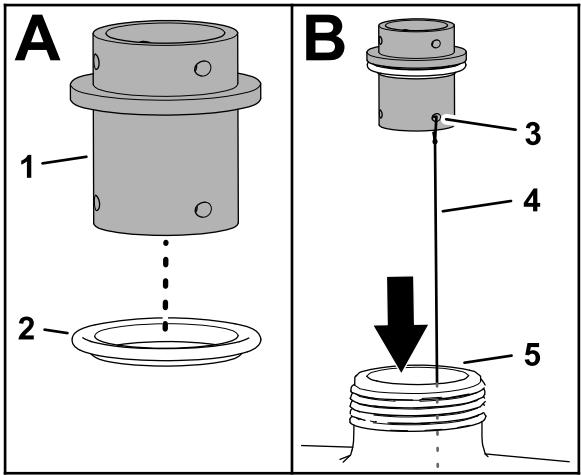
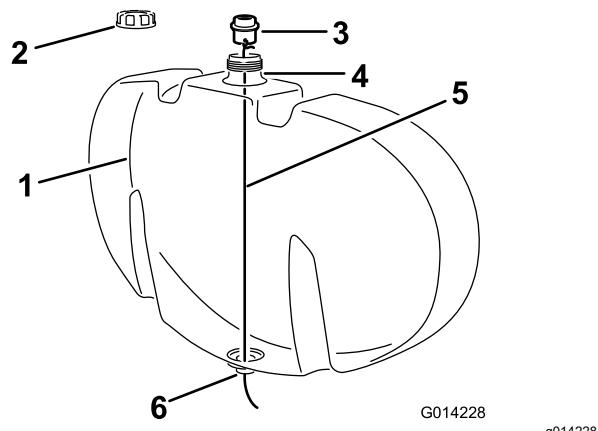

Bild 5
Bild 6
- A. Setzen Sie eine durchsichtige Dichtung auf das Schottanschlussstück, wie in Bild 5 abgebildet.
- B. Befestigen Sie einen ca. 122 cm langen Draht durch eines der Haltegabel-Löcher im Schottanschlussstück, wie in Bild 5 abgebildet.
- C. Nehmen Sie den Deckel vom Spülbehälter (falls nicht vorhanden) ab (Bild 6).
- D. Führen Sie den Draht durch die Öffnung im Behälterfüllloch und verlegen ihn durch das offene Loch unten am Behälter (Bild 5 und Bild 6).